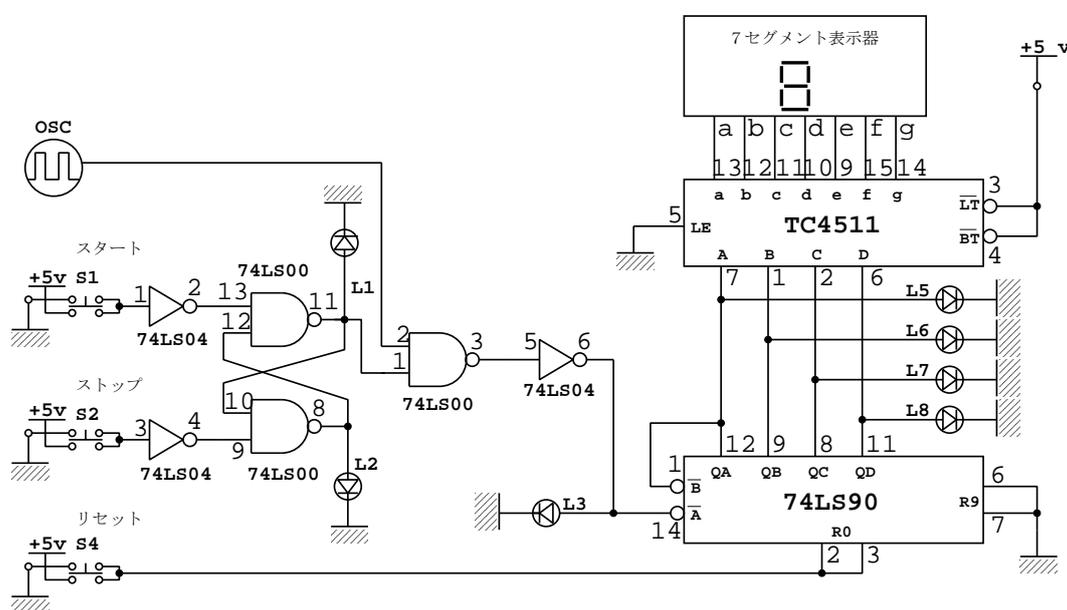
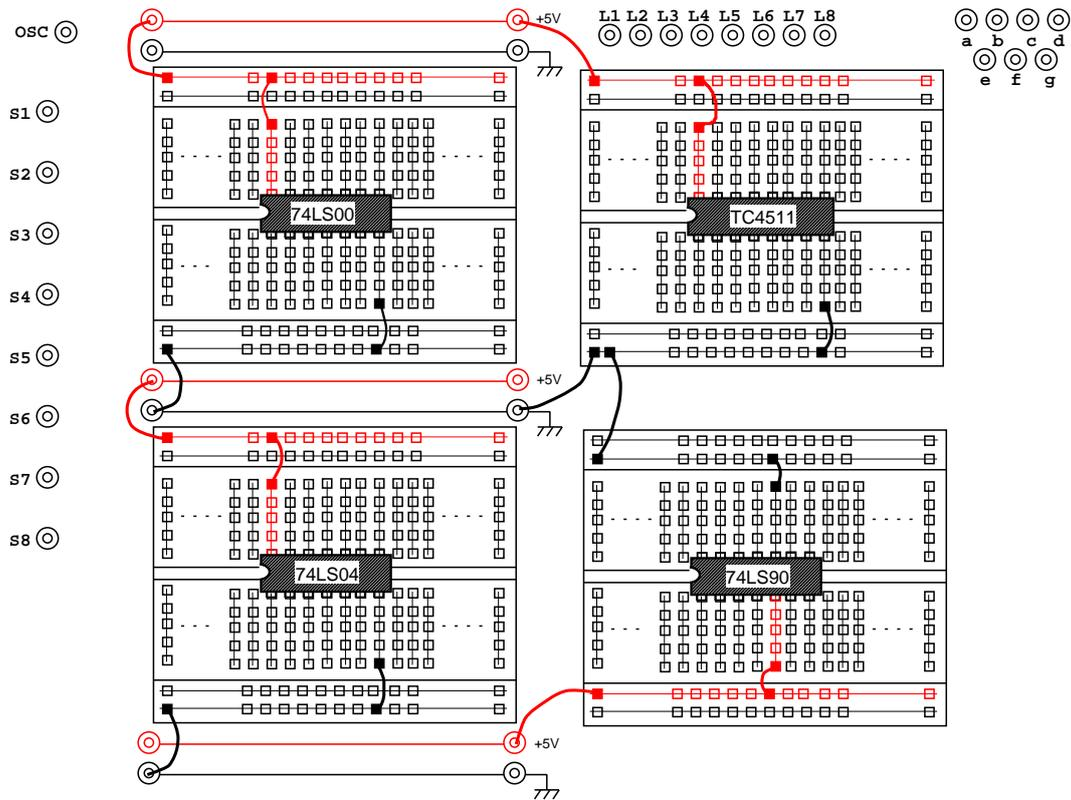

図 6: ストップウォッチ (カウンタ) の回路図
図 7: ストップウォッチ (カウンタ) の結線図
1. ストップウォッチの回路図 (図 6) から各 IC のピン番号に注意して、結線図 (図 7: IC の配置と電源のみテキストには表示。) に線を結ぶ。(予習してくる)